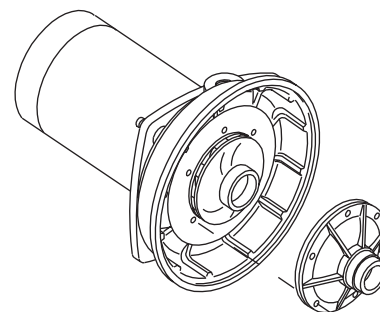

Figure 6
4. Déposer les cinq vis et rondelles de fixation du diffuseur sur la plaque d'étanchéité. Déposer le diffuseur. (Voir la Figure 6.)